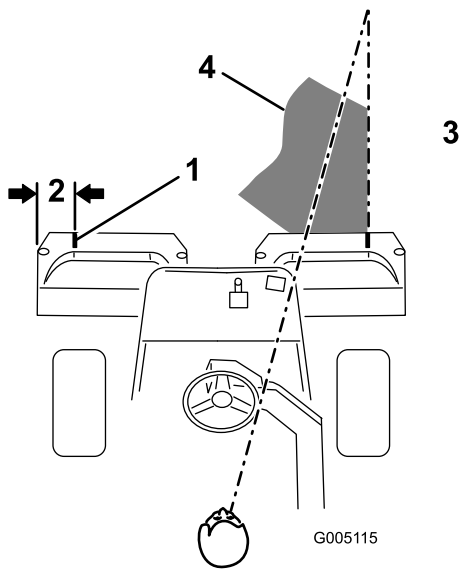

Figura 38
2. Coloque un trozo de cinta blanca o pinte una raya en cada recogehierbas, paralelo al borde exterior de cada uno (Figura 38).